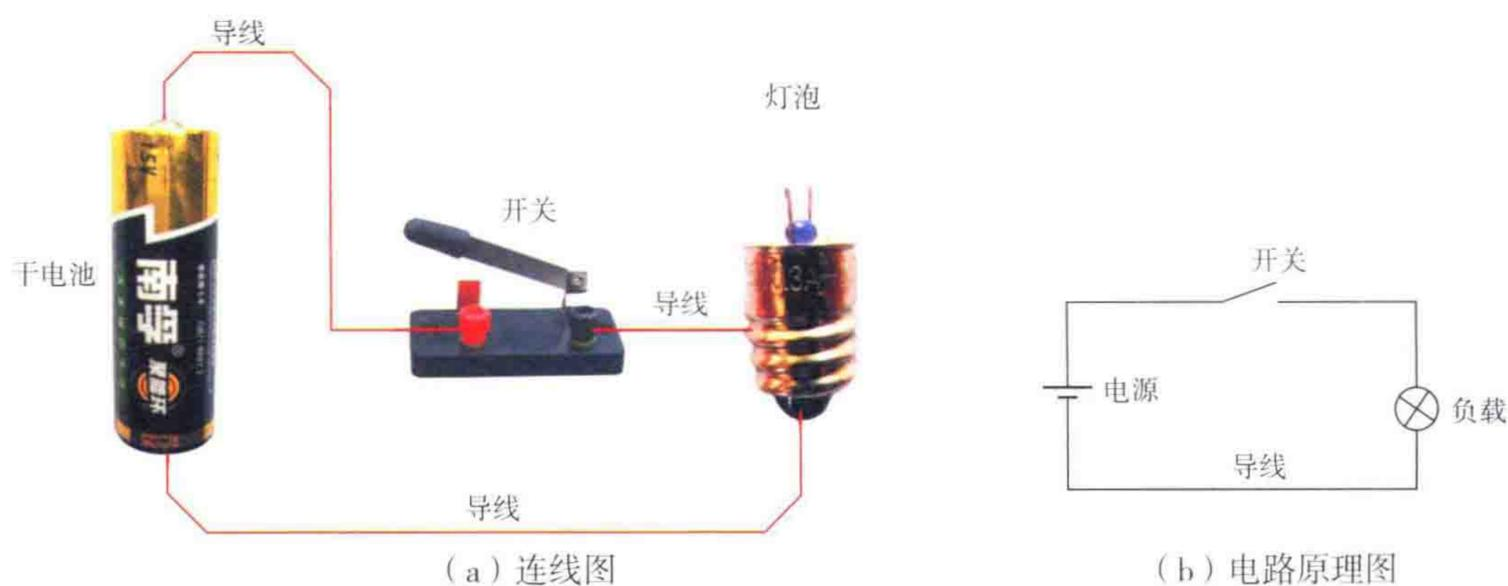

图1-8 简单电路的组成
电路是电流流过的路径。把一个灯泡通过开关、导线和干电池连接起来，就组成了一个简单的电路，如图1-8所示。
(1) 电源 图1-8中的干电池就是电源。电源是电路中供应电能的设备，如汽车上的发电机、蓄电池都是电源。发电机是将机械能转换成电能，蓄电池是将化学能转变成电能。
(2) 负载 是将电能转换成其他形式能量的装置。灯泡、电炉、电动机等都是负载。灯泡是将电能转变成光能，电炉是将电能转变成热能，电动机是将电能转变成机械能。
(3) 控制装置 图1-8中开关是控制装置，它为电流提供通路，把电源的能量供给负载，并根据负载需要接通和断开电路。
(4) 导线 用来连接电源和负载，传输电能。汽车电路中，蓄电池和电路的负极与车体的金属架连接，以车体本身代替导线。